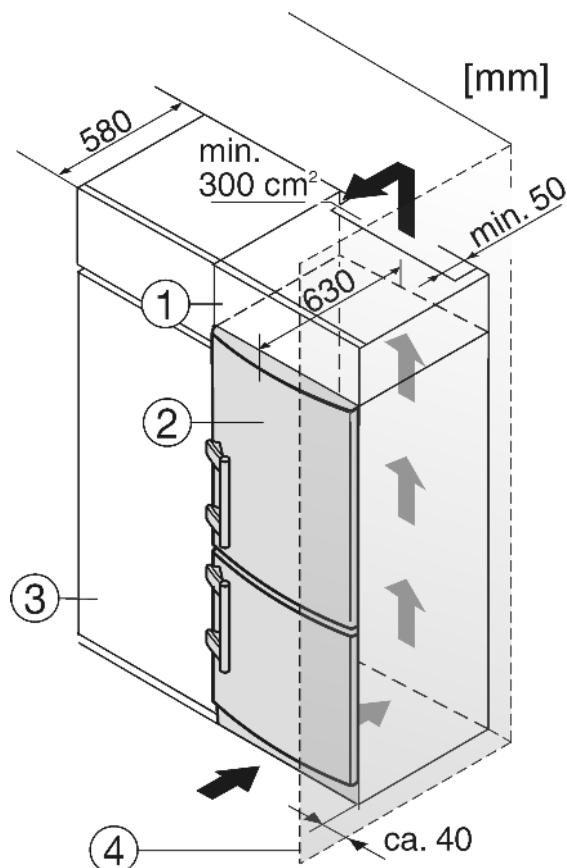

Fig. 12
- (1) Opbouwkast
- (2) Apparaat
- (3) Keukenkast
- (4) Wand
Het apparaat Fig. 12 (2) kan worden ingebouwd in de keuken. Om het apparaat aan de hoogte van het keukenblok aan te passen, kunt u er een passende opbouwkast Fig. 12 (1) op plaatsen.
Bij ombouw met keukenkasten (max. diepte 580 mm) kan het apparaat direct naast de keukenkast Fig. 12 (3) worden opgesteld. De apparaatdeur steekt opzij 34 mm en in het midden van het apparaat 50 mm uit ten opzichte van het keukenkastfront. Hierdoor is de deur zonder problemen te openen en sluiten.
Plaatst u het apparaat met de scharnierkant naast een muur Fig. 12 (4), dan moet de afstand tussen apparaat en muur minstens 40 mm bedragen. Dit in verband met het uitsteken van de deurgreep bij een geopende deur.